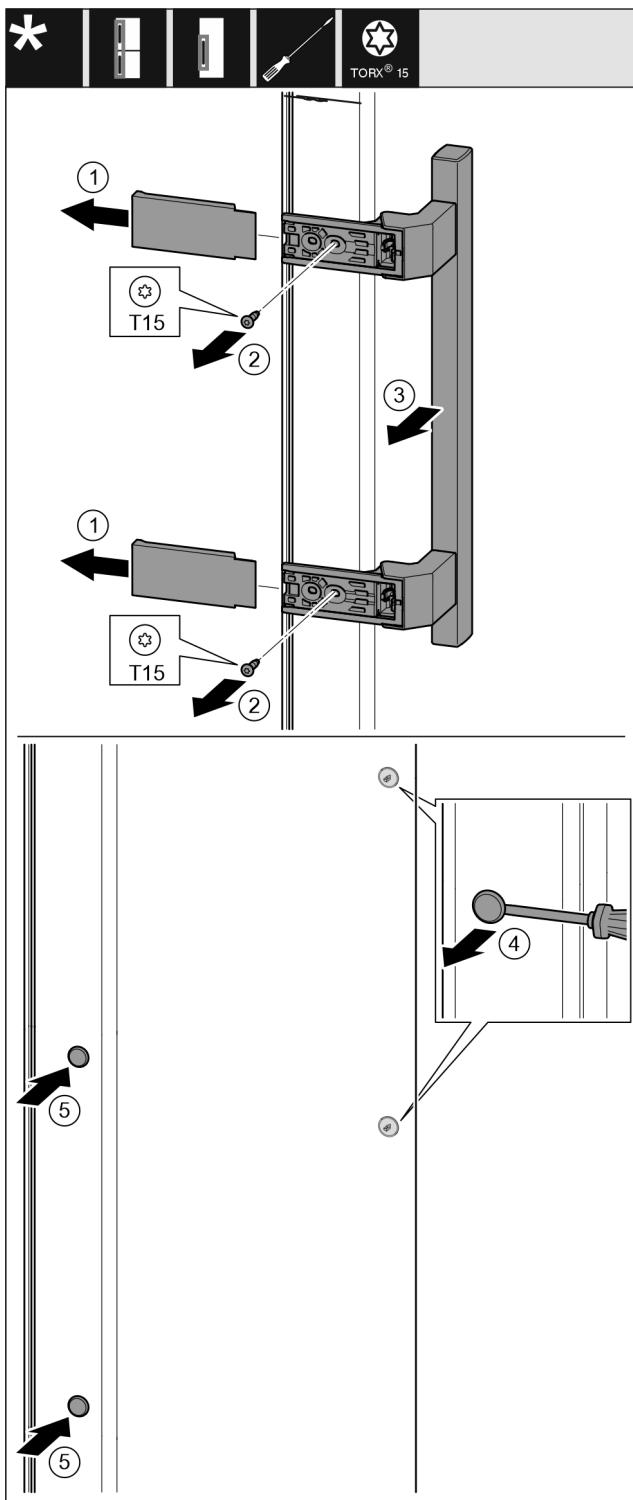

Fig. 18
- Trekk dekselet av. Fig. 18 (1)
- Skru ut skruene med skrutrekker T15. Fig. 18 (2)
- Ta av håndtaket. Fig. 18 (3)
- Løft sidepropen forsiktig opp med en skrutrekker, og trekk den ut. Fig. 18 (4)
- Sett proppen inn igjen på den andre siden. Fig. 18 (5)